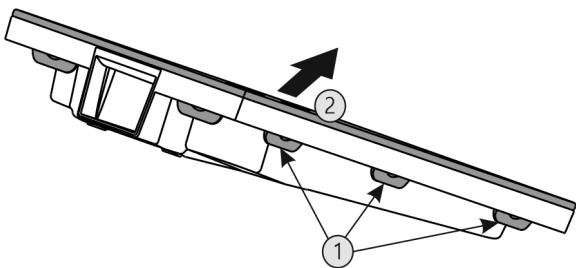

Fig. 52
- Premere una dopo l'altra tutte le linguette Fig. 52 (1) e rimuovere la copertura Fig. 52 (2).